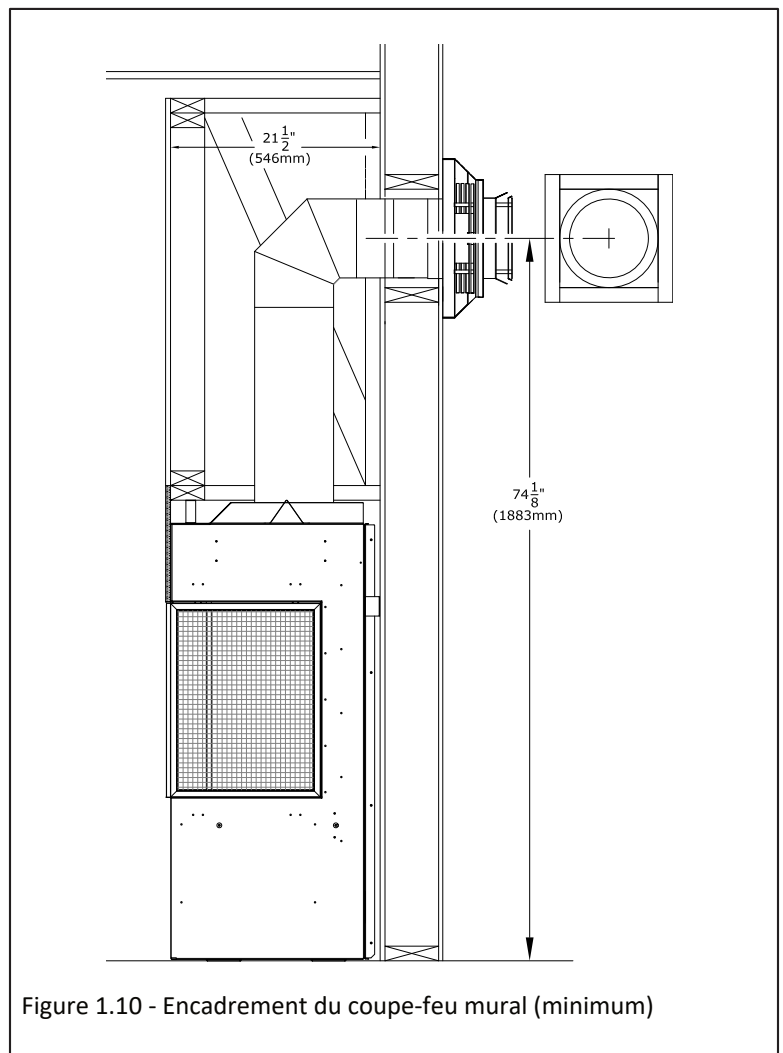

Figure 1.10 - Encadrement du coupe-feu mural (minimum)
- Voir la Figure 1.10 ci-contre pour les dimensions d'encadrement du conduit d'évacuation minimum à terminaison horizontale.
1. Mesurez la distance entre le plancher du foyer et le centre du point de traversée murale prévu du conduit d'évacuation. Les dimensions du conduit rigide de la Figure 1.10 utilisent un conduit d'évacuation Simpson DuraVent.